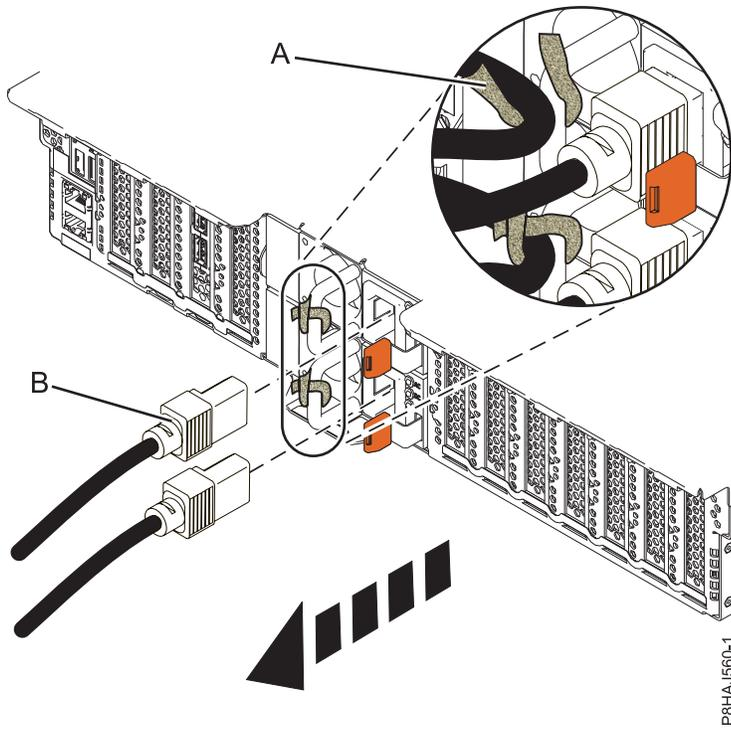
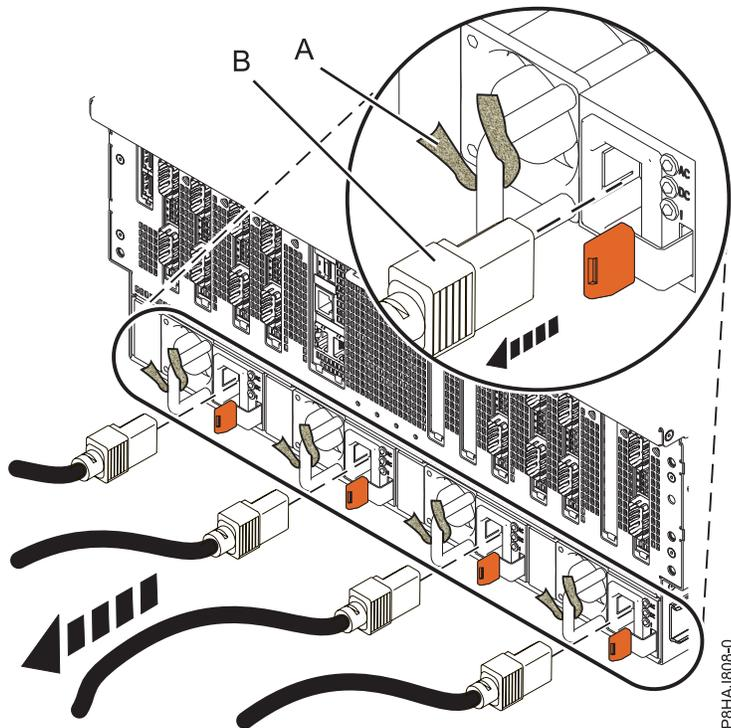

Figure 75. Retrait des cordons d'alimentation d'un système 5148-21L, 5148-22L, 8247-21L, 8247-22L, 8284-21A ou 8284-22A
Figure 76. Retrait des cordons d'alimentation d'un système 8408-44E ou 8408-E8E
3. Débranchez les cordons d'alimentation (**B**) de l'unité centrale. Voir les figures figure 74, à la page 105, figure 75, à la page 106 ou figure 76, à la page 106 selon le type de votre système.